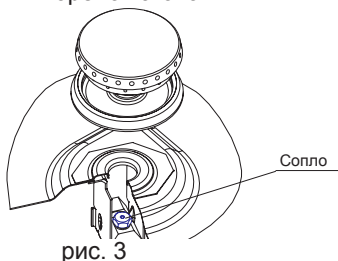

рис. 3
10.1. Замена сопла при ремонте, а также при переводе на другой тип газа (рис.3):